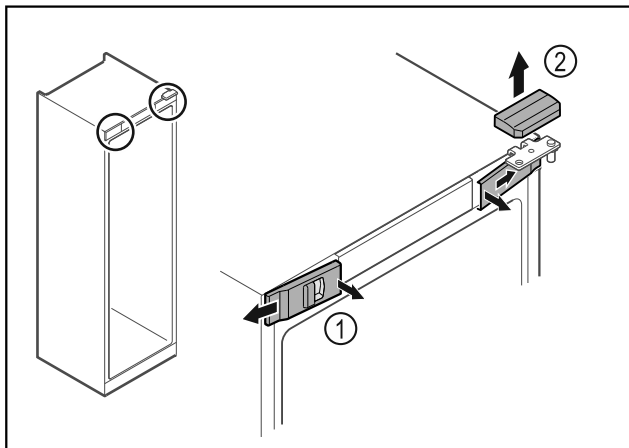

Fig. 17
- ▶ Nxirrni nga foleja kapakët mbulues të përparmë Fig. 17 (1) në pjesën e brendshme dhe hiqini nga anash.
- ▶ Hiqni kapakun mbulues të sipërm Fig. 17 (2) duke e ngritur lart.